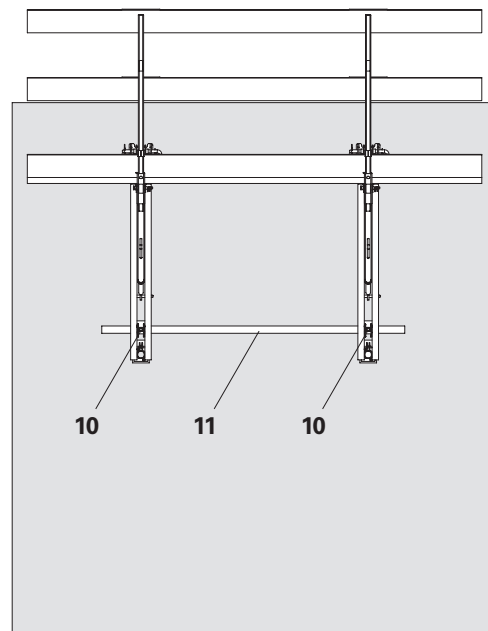
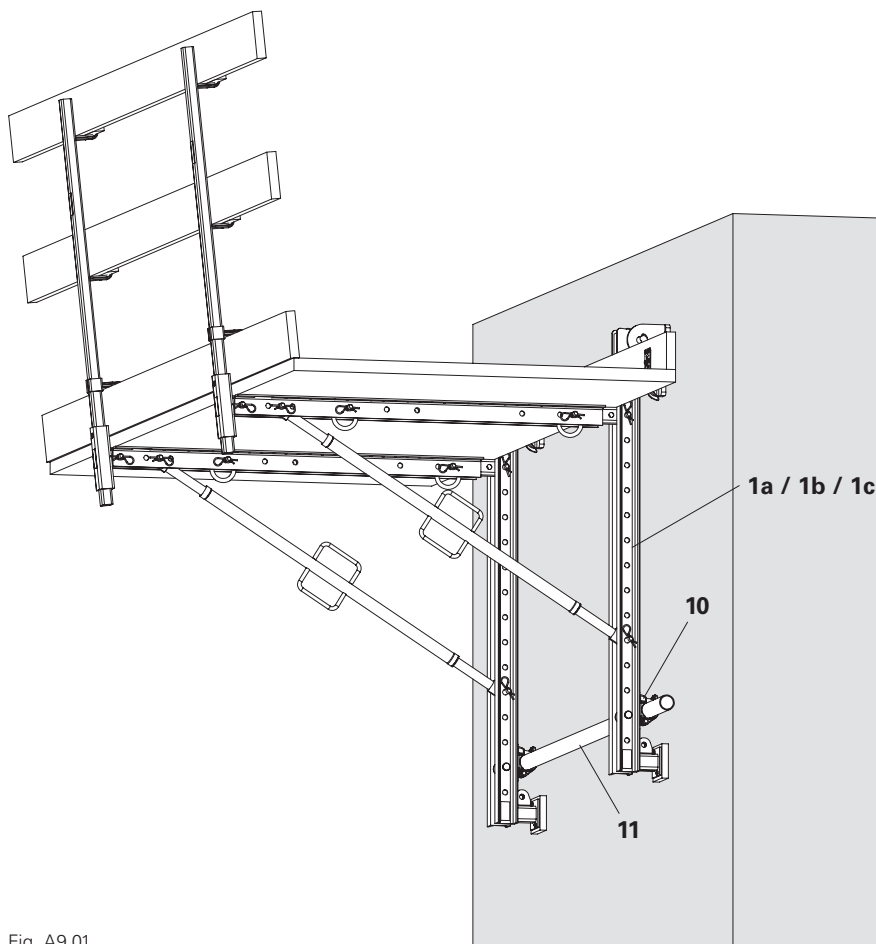

Fig. A9.01b
Fig. A9.01
1. Montare l'attacco di impalcatura VGK (10) con viti ISO4014-M16x080-8,8 (10.1) e dadi esag. ISO4032-M16-8 (10.2) nei punti prescritti sul montante mensola VGK (1a / 1b / 1c).
2. Agganciare il tubo di impalcatura Ø48,3x3,2 mm (11) e stringere gli attacchi di impalcatura.
3. Montare il giunto orientabile SW48/48 mm (65) sul tubo di impalcatura in acciaio Ø48,3x3,2 mm (11).
4. Agganciare il tubo di impalcatura in acciaio Ø48,3x3,2 mm (11) nel giunto orientabile SW48/48 mm (65) e nell'attacco di impalcatura VGK (10), quindi stringere a fondo.
- (Fig. A9.01 – Fig. A9.01b)